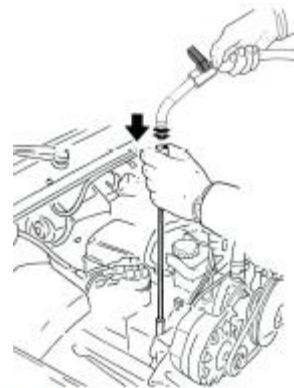

FIG.2
- Raccordez le bec du tuyau d'aspiration à la sonde plongée dans le moteur. (Figure 2)